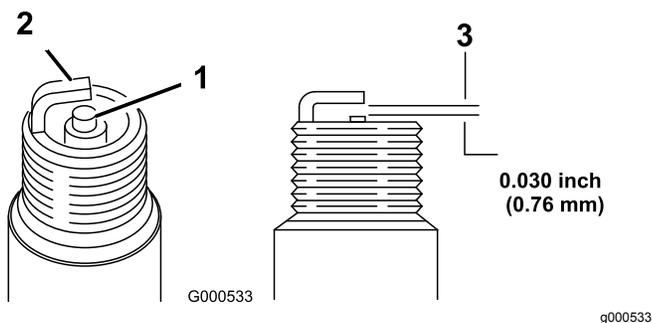

Figura 22
5. Defina a folga na vela para 0,76 mm; consulte Figura 22.